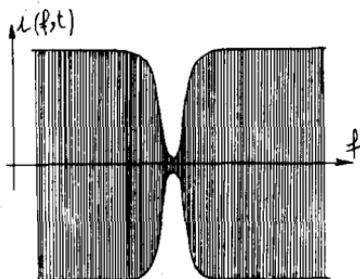

Fig. 9
- 1) Oscilloscope voie Y reliée à M (fig. 9) :